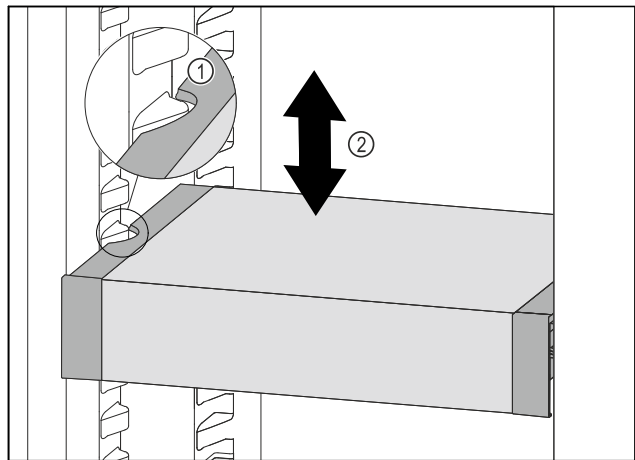

Fig. 116
- ▶ VarioSafe naar voren trekken tot de uitsparingen aan de zijkant van de VarioSafe zich ter hoogte van de rib in het koelgedeelte bevinden. Fig. 116 (1)
- ▶ VarioSafe in het koelgedeelte omhoog of omlaag bewegen tot de gewenste hoogte is bereikt. Fig. 116 (2)